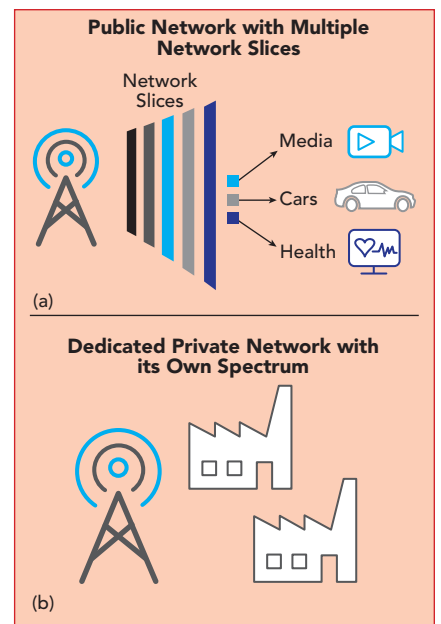

图2：工业网络的两个选项。
- 网络切片可以为多个应用分配一组专用的端到端资源。对于工业网络,一种选择是带切片的公共网络,其中每个切片的QoS和安全级别都有保障。另一种选择是专用的私有网络,具备自己的“局部频谱”和自定义安全及QoS级别。这两种选项具体如图2所示。